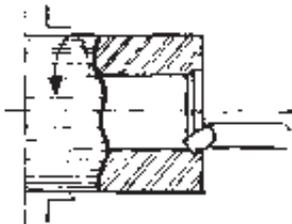

Fig. 6
b) Haga un rebaje en el comienzo del agujero, para tomarlo como referencia (Fig. 6).